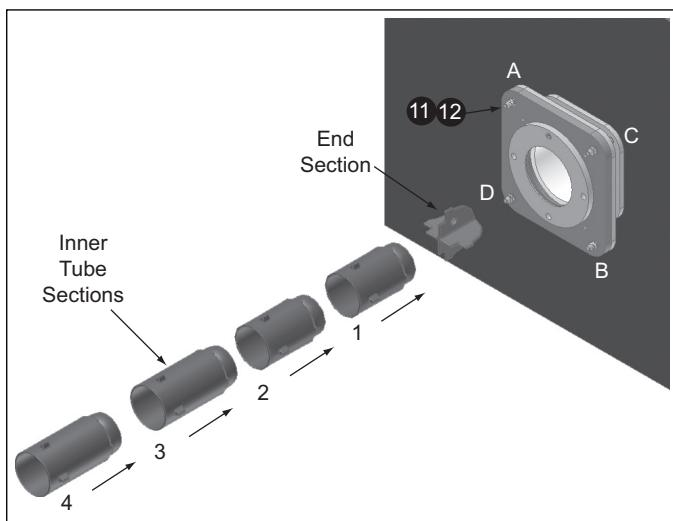

图 3.13
7. 用 M12 螺母和垫圈把法兰和延伸部分固定在一起 (见图 3.13)(编号 11 和 12) , 如下 :
- 用扳手轻拧螺钉 , 按 A , B , C , D 的顺序 (参见图 3.13)
6. 安装内部陶瓷部分。参照表 3.1 中合适的内管部分不同数量的长 (235mm) 和短 (185mm)。从尾端开始 , 把内管部分一个接一个 , 然后推向外管的底端。确保内管部分完全安装在外管中。如果不安全安装 , 燃烧器将运行不正常 , 也有可能导致损坏。见图 3.13。